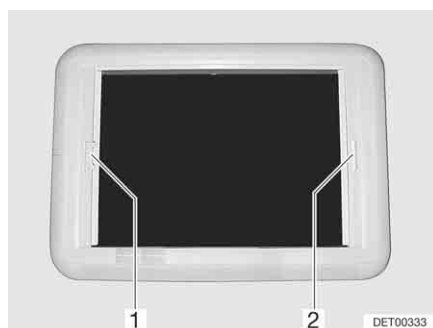

Fig. 70 Claraboya Heki, bloqueo de la persiana
- Tirar del tirador (Fig. 70,2) de la persiana oscurecedora enrollable hacia el asidero opuesto de la mosquitera enrollable (Fig. 70,1) y hacerlos engatillar.
- Con la otra mano, presionar el listón de desbloqueo en el tirador de la mosquitera enrollable (Fig. 70,1), en dirección al tirador. Se suelta el bloqueo.
- Tirar del asidero (Fig. 70,1) de la mosquitera enrollable hacia el asidero opuesto de la persiana oscurecedora (Fig. 70,2) y hacerlos engatillar.
- Sujetar la mosquitera enrollable (Fig. 70,1) por el tirador y empujar el listón de desbloqueo en dirección del asidero. Se suelta el bloqueo.